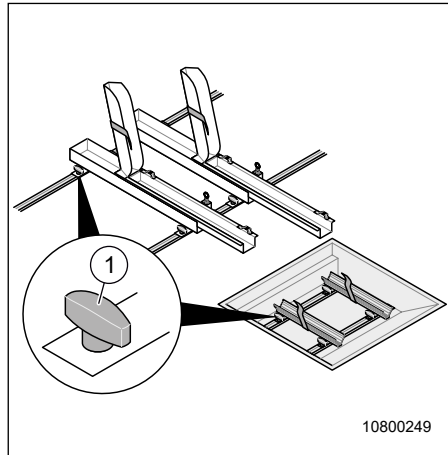

Fig. 5 Support pour deux vélos électriques
1. Exécuter les étapes de travail du point 1 au point 18 selon le chapitre « 3.4.1 Transport d'un (1) vélo » à la page 19.
2. Ouvrir les poignées tournantes (Fig. 5, pos. 1) du deuxième système de rails et déplacer les rails de support.
3. Fermer les poignées tournantes (Fig. 5, pos. 1) et fixer le deuxième vélo dans le support.